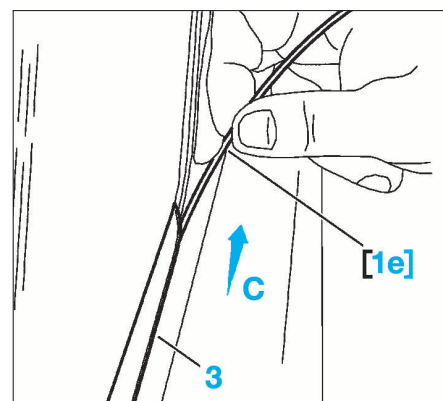

FIG. 121
- Faire passer le fil de découpe [1e] sous le joint du pare-brise (3) suivant (C) sur toute la périphérie (Fig.121).